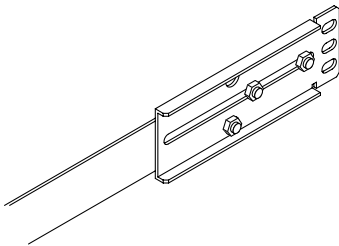

図 2 Sun Starfire キャビネットのレール調整
- b. Sun Starfire キャビネットを使用する場合は、レールをできるだけ短くします (図 2 を参照)。